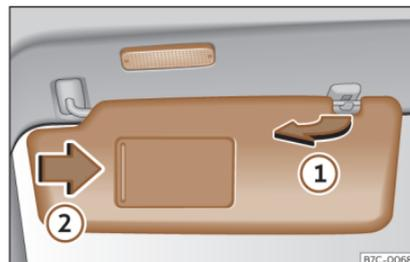

Fig. 95 Aletta parasole.
- L'aletta parasole può essere staccata dal supporto e orientata verso la porta » fig. 95 ①.